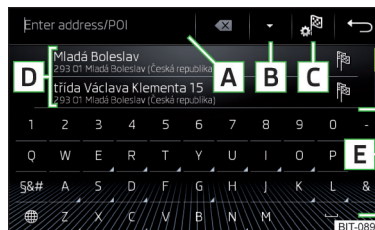
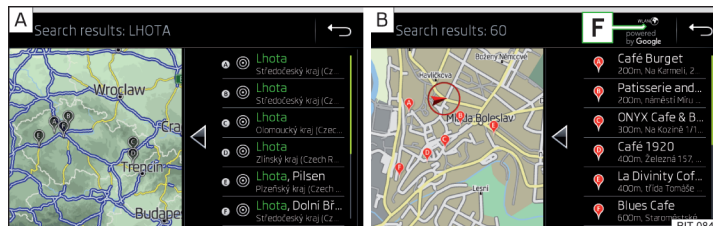

Abb. 210
Abb. 211 Liste der aufgesuchten Ziele: in den Navigationsdaten / online
Funktionsflächen » Abb. 210 und » Abb. 211
Im Bereich **D** » Abb. 210 wird eine Liste der aufgesuchten Ziele angezeigt.
- **oder:** Die Funktionsfläche **B** » Abb. 210 antippen.
-  In den Navigationsdaten aufgesuchte Ziele » Abb. 211 - **A**.
-  Online aufgesuchte Ziele » Abb. 211 - **B**.